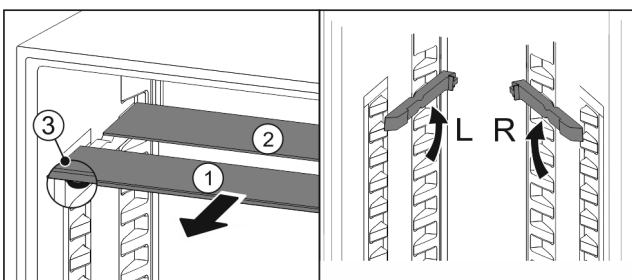

Fig. 159
- ▶ Glasplaten afzonderlijk vanaf de voorkant eruit trekken Fig. 159 (1).
- ▶ Glasplaat Fig. 159 (1) met sierlijst ligt voor.
- ▶ Stops Fig. 159 (3) zijn naar onder gericht.